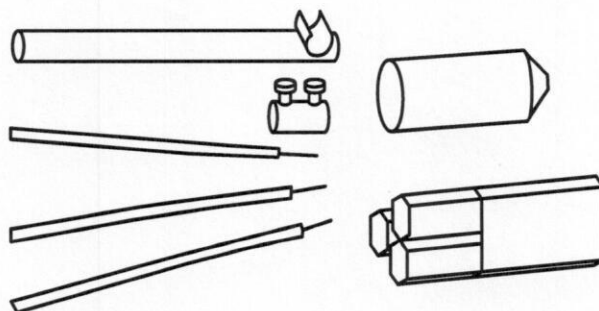

Рис. 7
7.1. Для выполнения работ по изготовлению кабельного соединения необходимо подготовить следующие материалы и инструменты (рис.7):